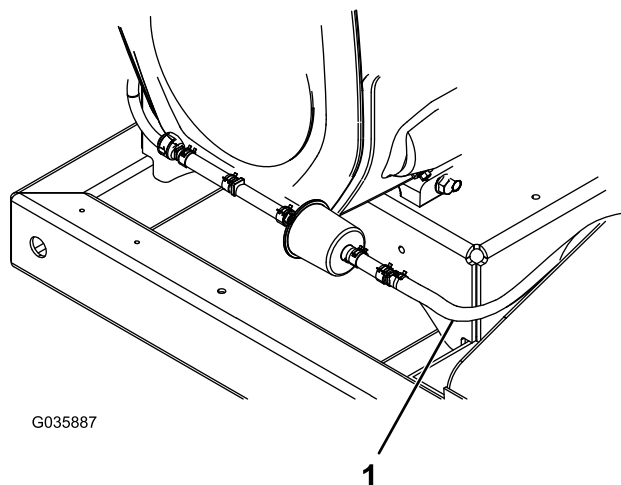

Figure 9
11. Raccordez le flexible d'évent au filtre à charbon actif à l'aide du collier retiré précédemment (Figure 9).